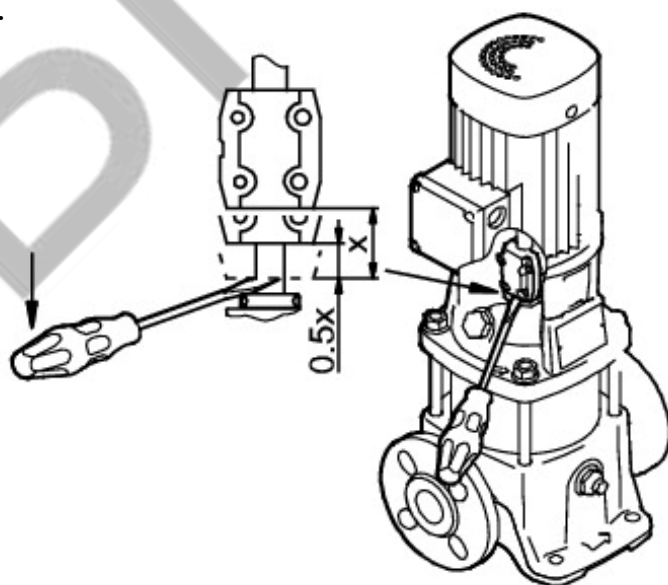

Рис. 6
8. Вставить отвертку соответствующего размера между нижней частью муфты и уплотнением вала и как рычагом поднять вал/муфту до упора, смотрите Рис.6.
9. Опустить вал/муфту на 1/2 высоты, на которую он был поднят, смотрите Рис.6.